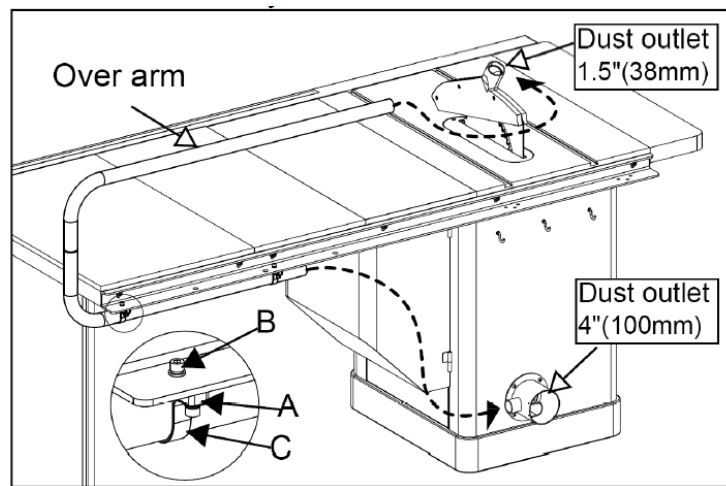

Рисунок 17
- a. Прикрепите кронштейн (A) к задней направляющей с помощью винта (B).
- b. Прикрепите предплечье к кронштейну (A) с помощью зажима (C). (Всего 2 комплекта зажимов)
- c. Подсоедините трубу 1,5 дюйма (38 мм) к патрубку пылеудаления, как показано на рис. 17.